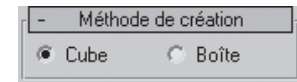

Fig.2.25
- 1 Dans le panneau déroulant **Méthode de création**, cliquez sur **Cube** (fig.2.25).